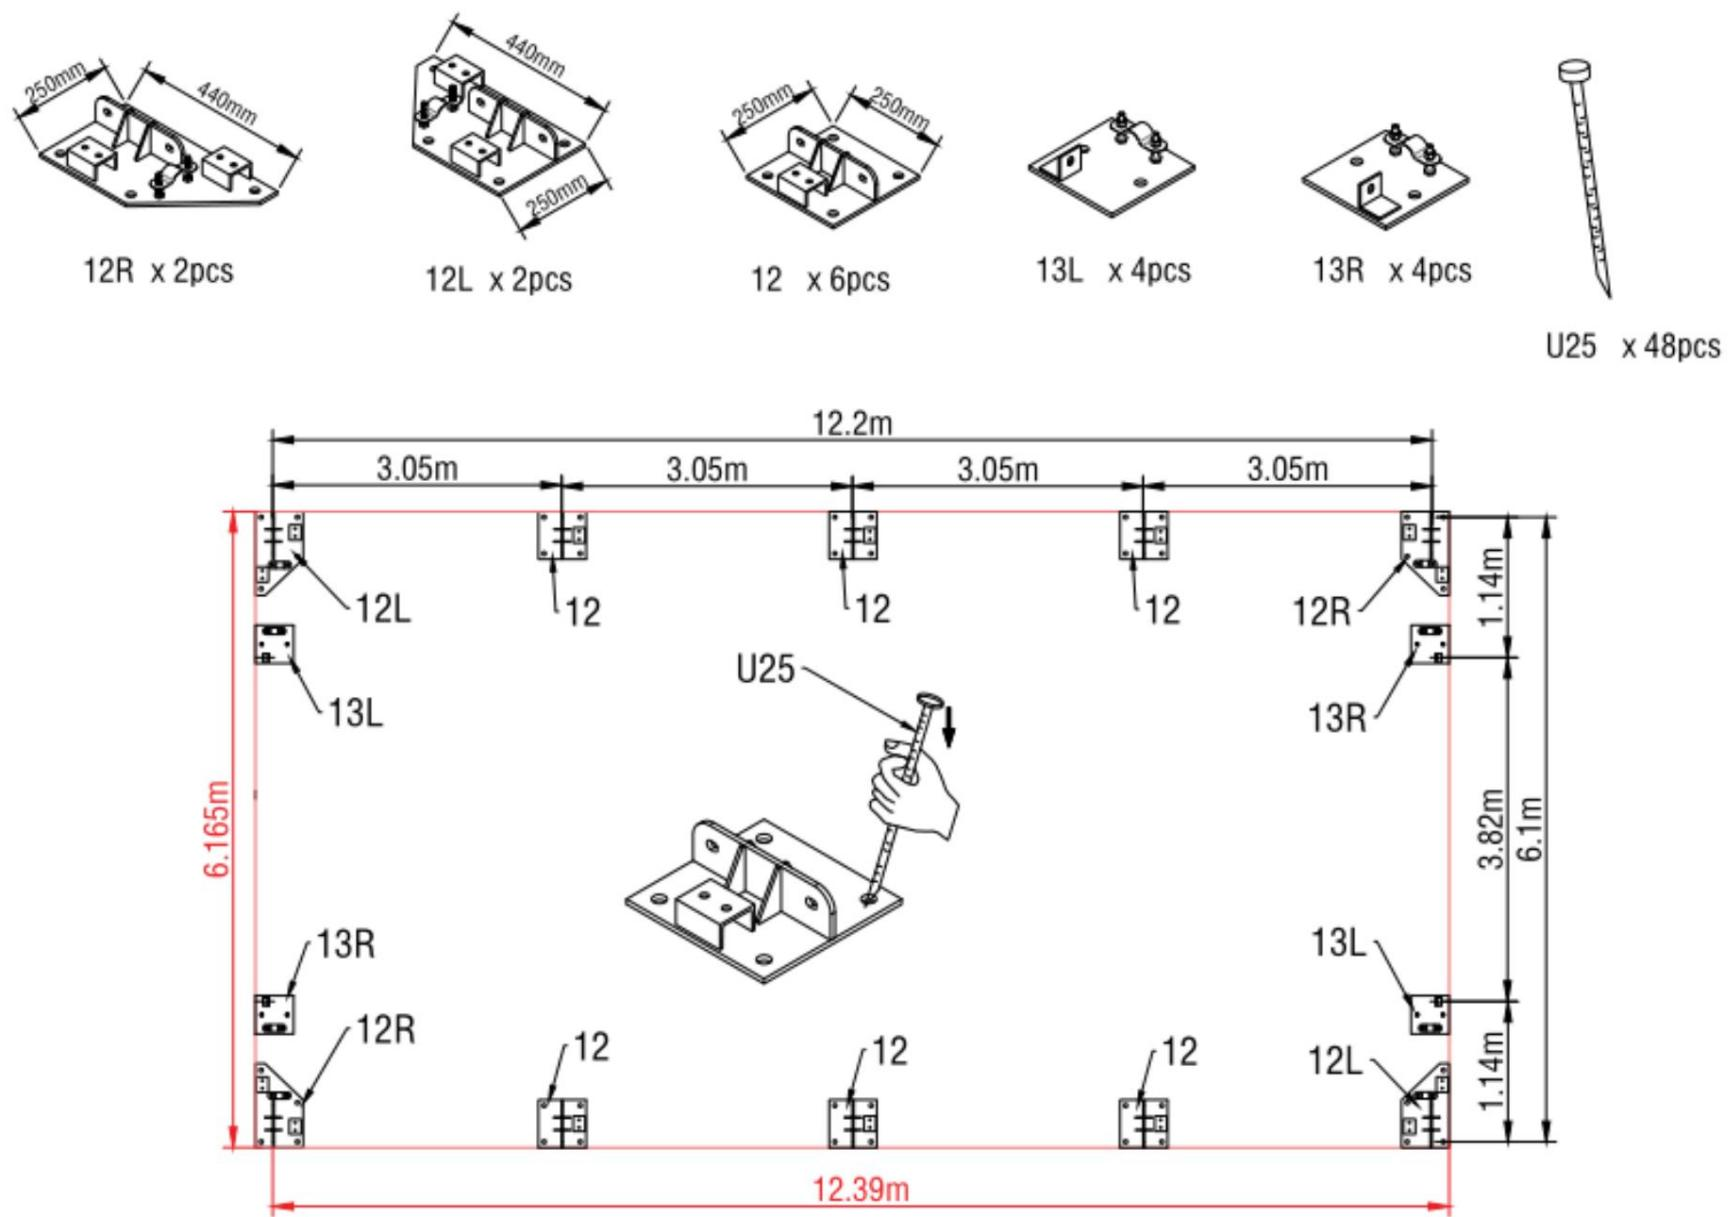

Figure 1
2. Veuillez vous référer au schéma (Figure 1) pour placer les plaques de base.
3. Comme le montre la figure 1, chaque plaque de base est équipée de 4 piquets (n° U25) ou de vis d'expansion